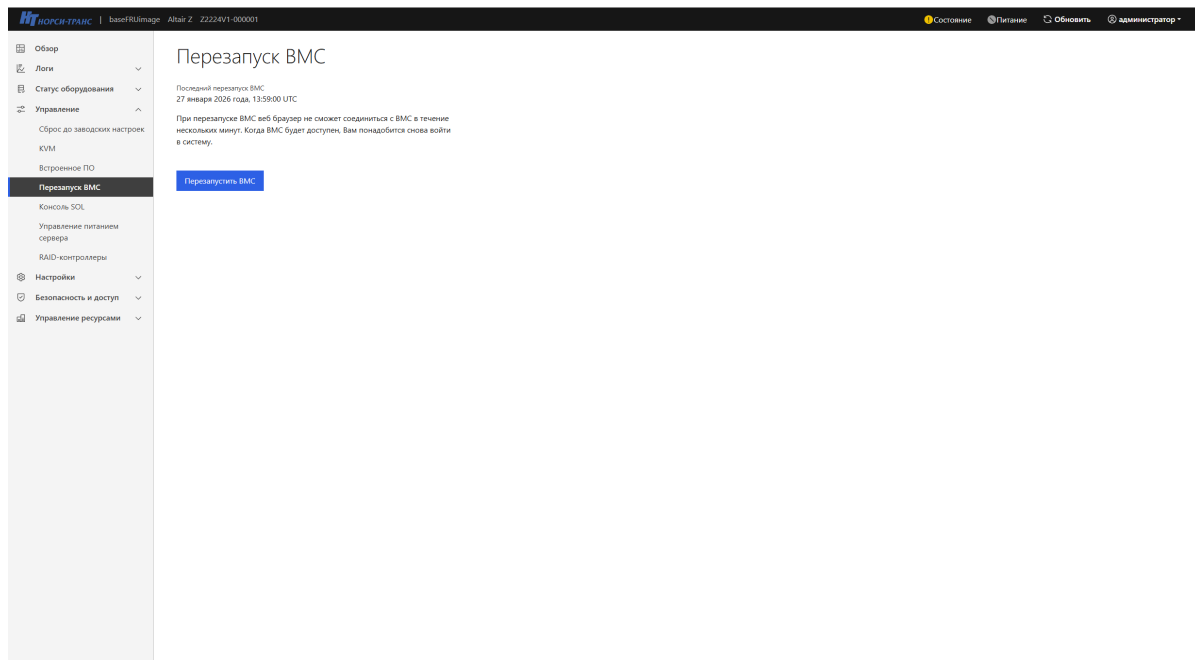

Рис. 50. Окно «Перезапуск BMC»
- 4) Пройдите во вкладку «Управление» → «Перезапуск BMC» в данной вкладке осуществляется перезапуск BMC. Нажмите на кнопку «Перезапустить BMC» для перезапуска BMC. Окно показано на рис. 50 Окно «Перезапуск BMC»